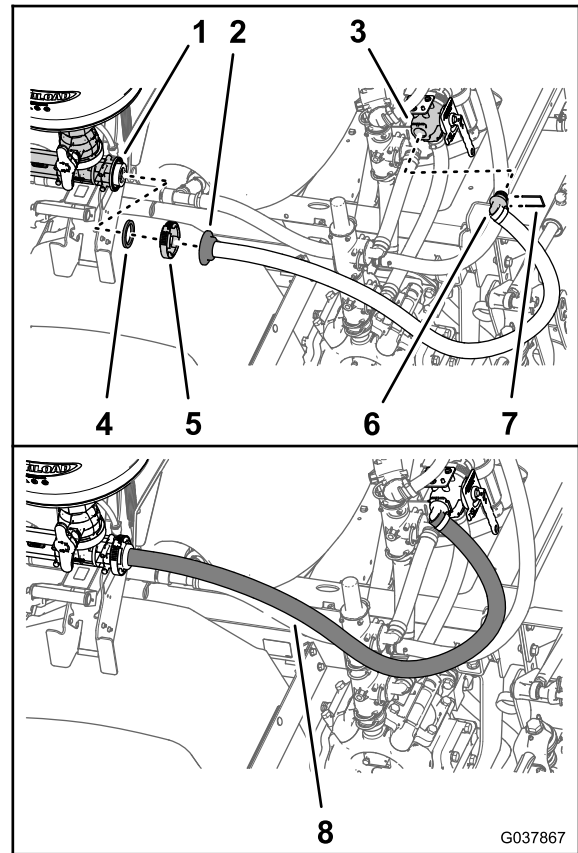

Figure 72
1. Emboîtez le raccord à 90° du flexible d'alimentation du mélangeur (2,5 x 156,5 cm) dans l'orifice gauche de la vanne de coupure du mélangeur (Figure 72).
2. Fixez le raccord à 90° au flexible d'alimentation du mélangeur à l'aide de l'étrier fourni avec la vanne de coupure (Figure 72).
3. Placez la bride du raccord cannelé droit du flexible d'alimentation de mélangeur et le joint que vous avez retirés à l'opération Dépose du flexible d'alimentation du mélangeur (page 20) en face de la bride de l'entrée du mélangeur (Figure 72).
4. Fixez le raccord droit cannelé et le joint au mélangeur (Figure 72) à l'aide du collier à bride que vous avez conservé à l'opération Dépose du flexible d'alimentation du mélangeur (page 20).